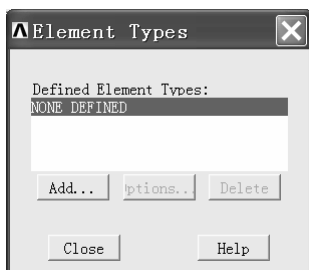
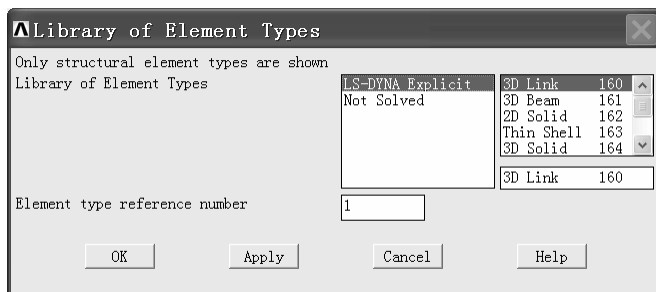

图 3-14 “Element Types”窗口
图 3-15 “Library of Element Types”窗口
- (1) 打开 ANSYS LS-DYNA 操作界面。
- (2) 依次选择 Utility Menu>PlotCtrls>Style>Colors>Reverse Video, 将背景变为白色。
- (3) 依次选择 Main Menu>Preprocessor>Element Type>Add/Edit/Delete, 弹出“Element Types”窗口 (见图 3-14)。单击该窗口中的“Add”按钮, 弹出“Library of Element Types”窗口 (见图 3-15)。